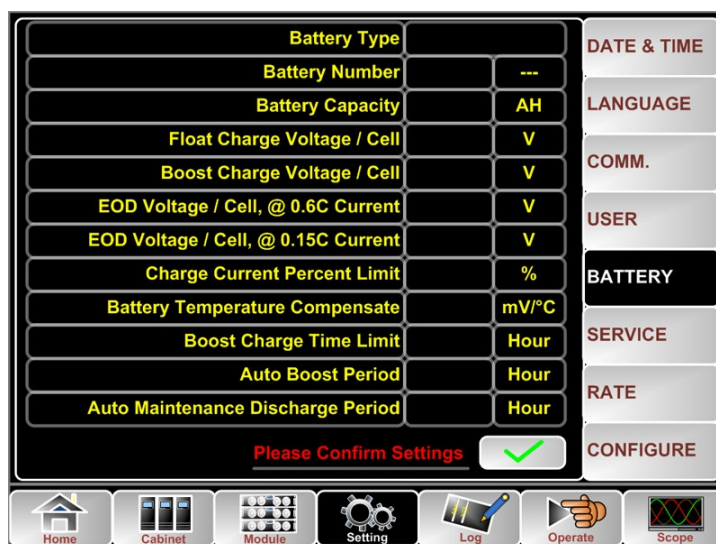
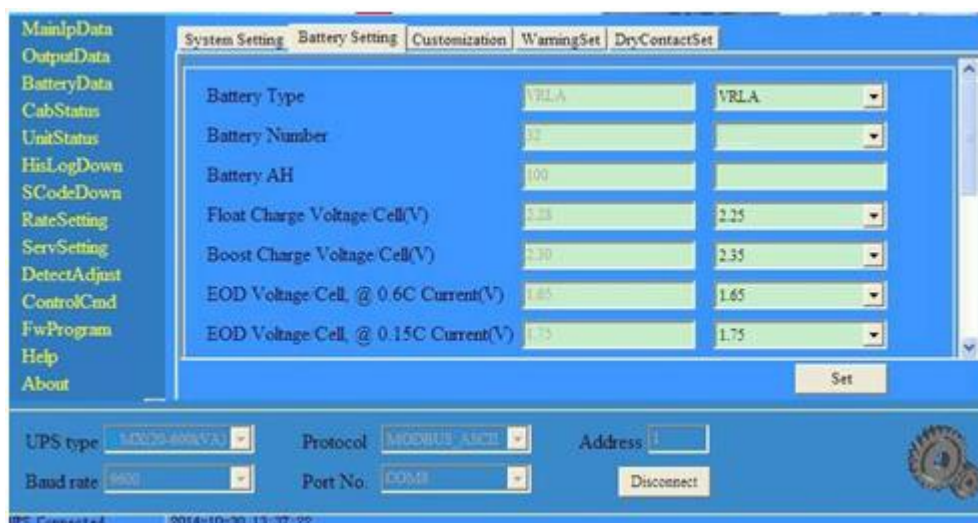

Figura 5-1 Configuración a través de panel LCD
Figura 5-2 Configuración
- La ración de configuración de la batería se puede realizar a través del panel de control LCD (Figura 5-1) o mediante el software de monitoreo (Figura 5-2).
El voltaje nominal de una batería de bloque es 12V y para cada bloque de batería, consta de 6 celdas (cada celda de 2V). Para el ajuste, como se muestra en la Figura 5-1, si la batería es 40, significa que hay 40 bloques de baterías y tanto el positivo como el negativo son 20 bloques de baterías.